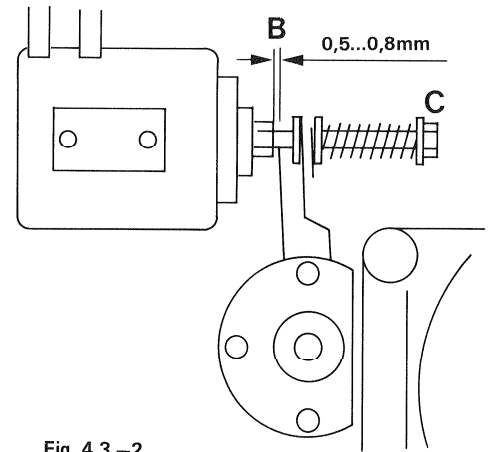

Fig. 4.3.-2
- Attach a nylon thread to the pinch roller shaft and attach a dial gauge to the other end of the thread. Pull dial gauge in the direction A (fig. 4.3.-1) until the pinch roller lifts off the capstan shaft. The dial gauge must read $13\text{ N} \pm 1\text{ N}$ ($1.3\text{ kp} \pm 0.1\text{ kp}$) (2 lb 14 oz \pm 4 oz approx.).
- Par l'intermédiaire d'un fil de nylon fixé d'une part sur l'axe du galet presseur (éventuellement dévissez le couvercle de l'axe) et d'autre part à un dynamomètre. Tirez le bras dans la direction A (fig. 4.3.-1) jusqu'à ce que le galet presseur décolle de l'axe de cabestan. Le dynamomètre doit alors indiquer $13\text{ N} \pm 1\text{ N}$ ($1,3\text{ kp} \pm 0,1\text{ kp}$).